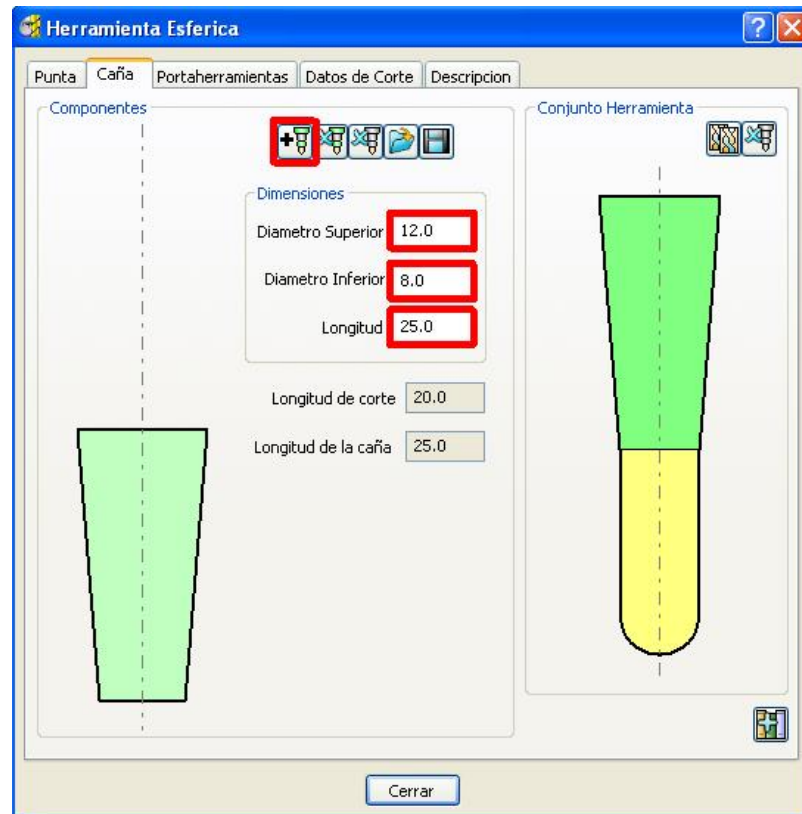

Figura 2.172 Cuadro de diálogo Herramienta Esférica, Caña.
- Seleccionar la pestaña Caña, y después hacer clic en Añadir una caña  para añadir un componente a la caña. Escribir (Figura 2.172):